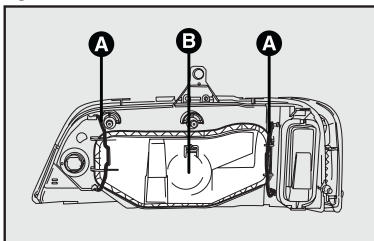

fig. 13
3) Desengatar as travas **A-fig. 13** e remover a tampa **B**.
7) Recolocar as presilhas de fixação, recolocar o conector, remontar a tampa **B-fig. 13** e bloqueá-la com as travas.